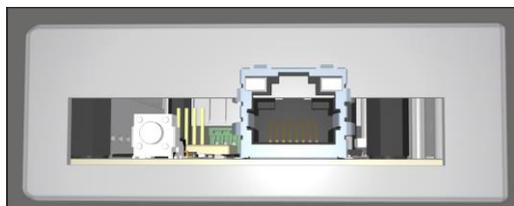

FIG. 2
- 1 Connettore Ethernet RJ-45 (FIG. 2)